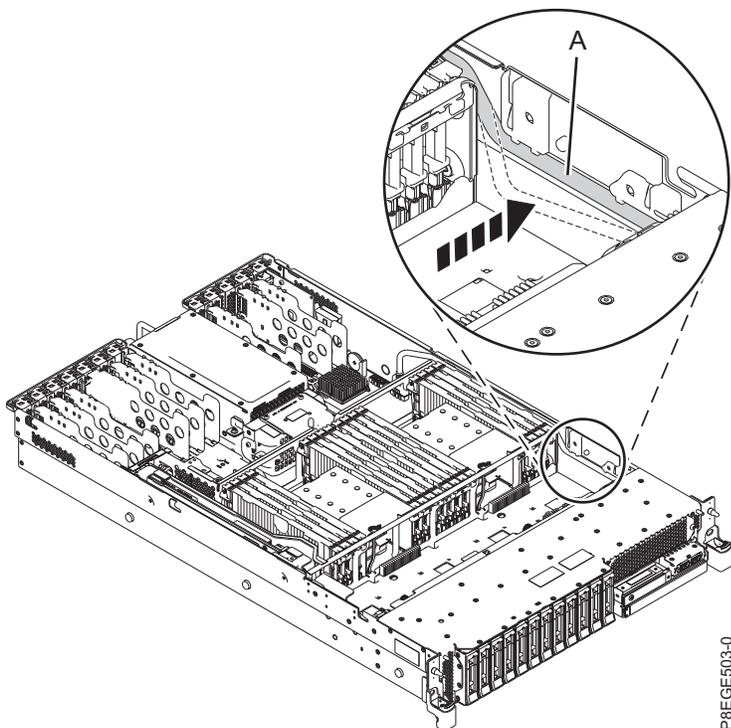

Abbildung 5. USB-Kabel an der Vorderseite in der Kabelführung installieren
5. Drücken Sie das USB-Kabel (A) in die Kabelführung, wie in Abb. 5 dargestellt.